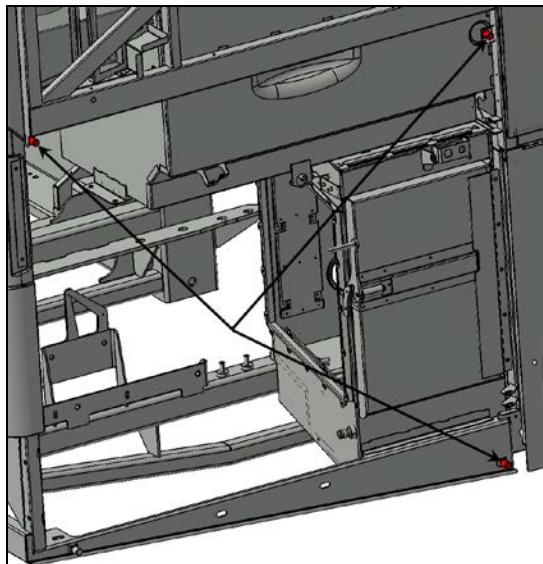
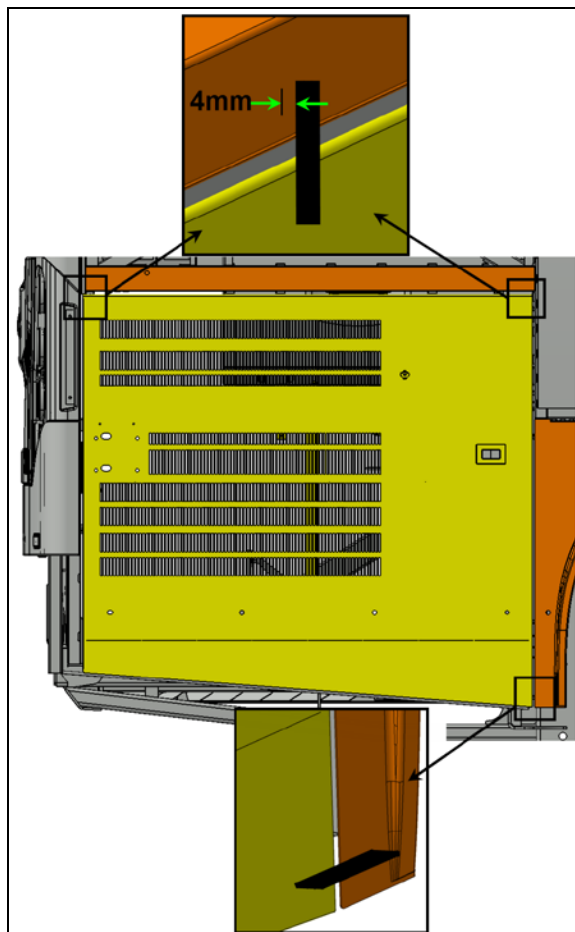

FIGURE 123:
FIGURE 124:
18. Visser ou dévisser les butées supérieures afin que la partie supérieure de la porte excède le panneau supérieur de $5/32''$ à $3/16''$ (4mm à 5mm) (Voir Figure 123: et Figure 124:).